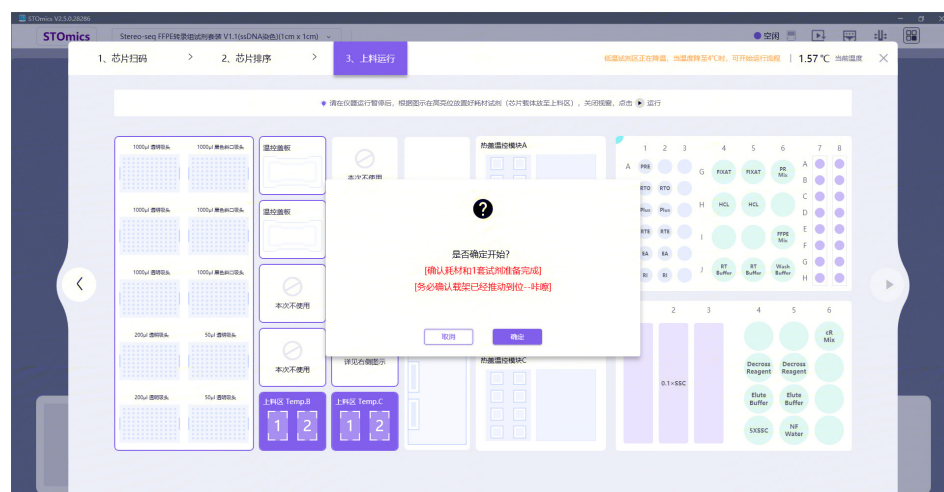

图 3-26 STOmics 软件流程确定开始界面
- c. 所有试剂耗材核对放置无误后，手动关闭设备舱门，点击下一步按钮，会弹出如图 3-26 所示的“是否确定开始”弹窗，点击“确定”，实验流程开始运行。此时设备舱门会自动锁上。